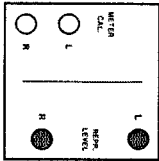

Fig. 6.4-7
- NF-Millivoltmeter an Ausgang OUT-PUT L (51) anschließen (1 V-Bereich), Testband auf Pegeltonfall (257 mdB/m) vorspielen.
- Mit dem Regler REPR LEVEL L (Fig. 6.4-7) eine Ausgangsspannung von 0,775 V einstellen.
- Connect audio millivoltmeter (1 V range) to OUTPUT L (51).
- Adjust trimpot REPR LEVEL L (fig. 6.4-7) to obtain an output level of 0,775 V.